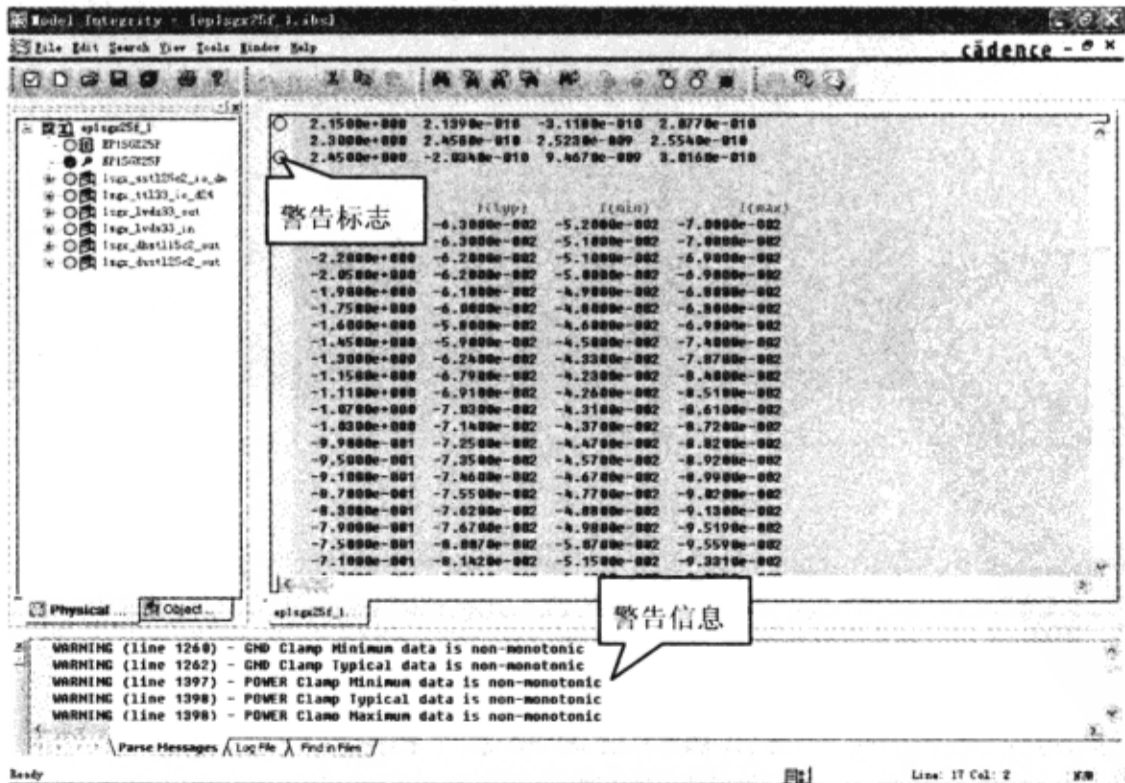

图 2-4-4 警告信息
(4) 在“Physical View”栏双击“lsgx\_sst125c2\_io\_dm” → 单击按钮 ，会发现在编辑窗口有警告标志，并且最下面的输出窗口会提示警告所在的位置及警告的原因，如图 2-4-4 所示。